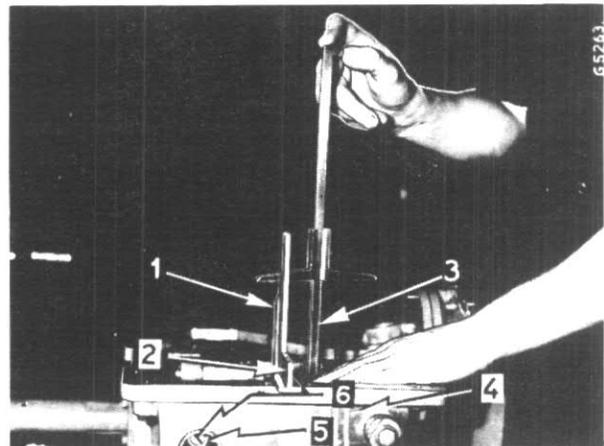

Fig. 61
2. La bielle de réaction (1, Fig. 61) doit être à angle droit avec le carter de relevage (utilisez l'équerre 2)
3. Le calibre de profondeur doit contacter la surface d'étanchéité du carter et être parallèle à la tringle de commande (1).
Si la distance (B, Fig. 50) n'est pas obtenue, desserrez le contre-écrou (5, Fig. 61) et réglez la distance (B) à l'aide de la vis (6).